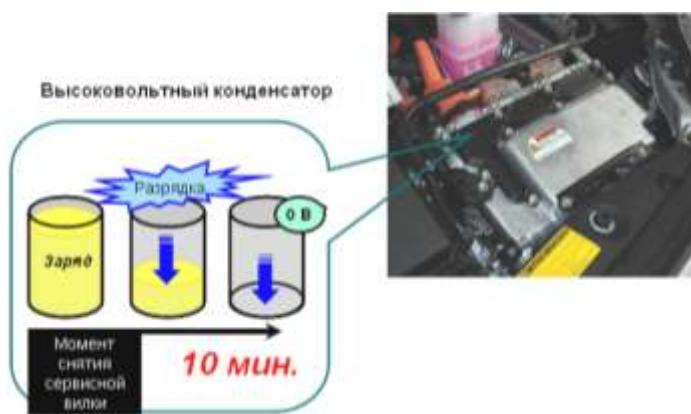

Рис. 3. Разряд высоковольтных конденсаторов
5. После снятия сервисной вилки подождать 10 минут, для разряда высоковольтного конденсатора (рис. 3).